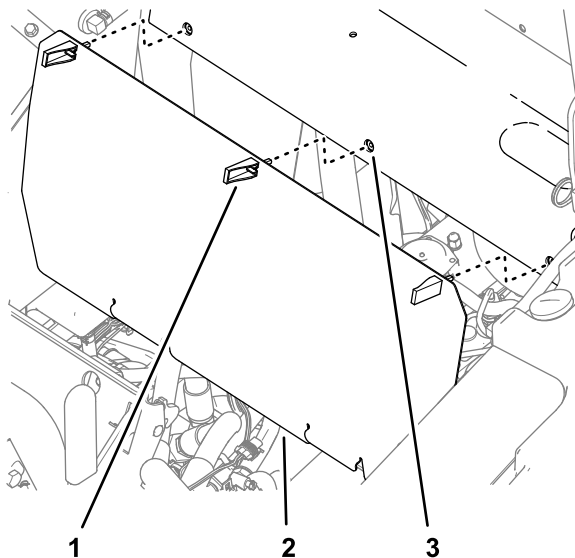

Figura 3
1. Abra os trincos no painel traseiro (Figura 3).
2. Retire o painel traseiro da máquina (Figura 3).